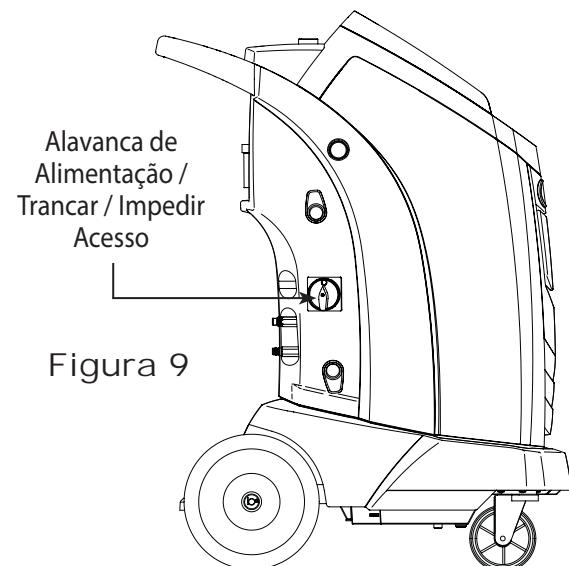

Figura 9
3. Retire a garrafa de drenagem de óleo (ver Figura 9) da máquina Robinair. Drene a garrafa de óleo e deite fora o óleo de acordo com os regulamentos na sua área. Volte a instalar a garrafa de drenagem de óleo na máquina.
Para garantir que o pessoal não autorizado não possa trabalhar com a máquina, use a função Trancar / Impedir Acesso. Consulte a Figura 9.